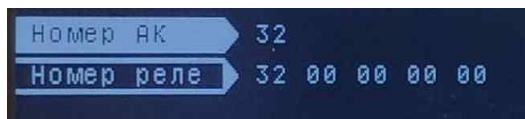

Рисунок 8 – Підрозділ «Прив’язка реле-команд»
**«Прив'язка реле-команда»** - підрозділ для конфігурування реле аварійних команд (див. рисунок 8).